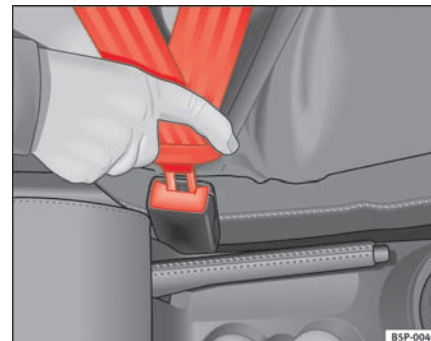

Fig. 12 Selelås og selens låsetap
- Stik låsetappen ind i den selelås, der hører til den pågældende siddeplads. Du skal kunne høre, at den går i hak ⇒ side 23, fig. 12.